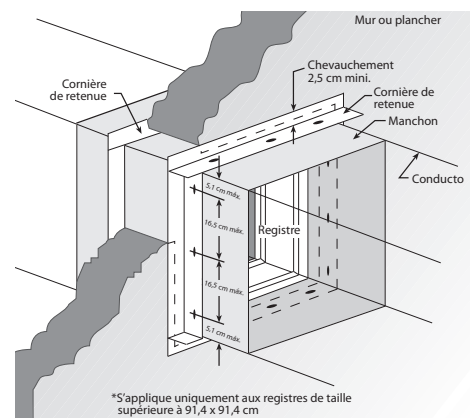

Figure 9 — Pose des cornières de retenue
- Utiliser la seconde cornière de retenue de l'autre côté du mur ou plancher pour permettre la dilatation du registre/manchon durant les périodes de chaleur intense et la fixer au manchon par la méthode décrite à l'étape 4a. **NE PAS ATTACHER LES CORNIÈRES DE RETENUE AU MUR/PLANCHER.** Prévoir un chevauchement du mur ou plancher de 2,5 cm minimum, y compris dans les coins. Voir la Figure 9.